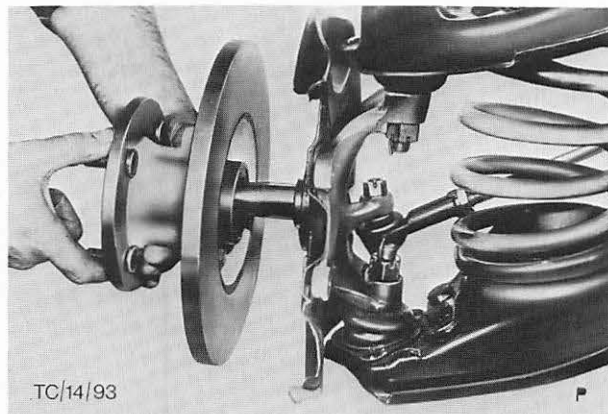

Abb. 14 Abbau der Radnabe und Bremsscheibe komplett
3. Fettkappe entfernen, Splint herausziehen, Kronensicherung abnehmen und Radlager-Einstellmutter abschrauben. Druckscheibe und äußeres Kegelrollenlager entfernen. Radnabe mit Bremsscheibe vom Achsschenkel abziehen. Abb. 14.